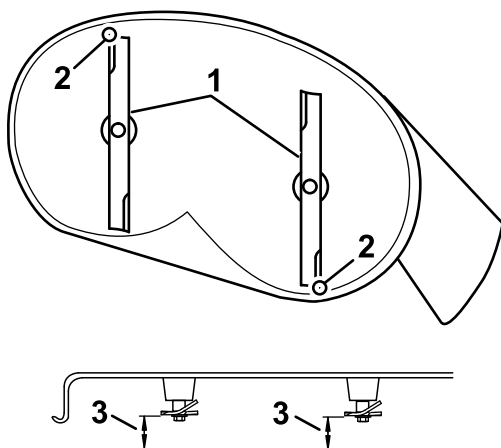

Bild 66
4. Drehen Sie die Messer vorsichtig, sodass sie in Längsrichtung zeigen (Bild 66).
5. Messen Sie zwischen der Messerspitze vorne und hinten und der ebenen Fläche (Bild 66).